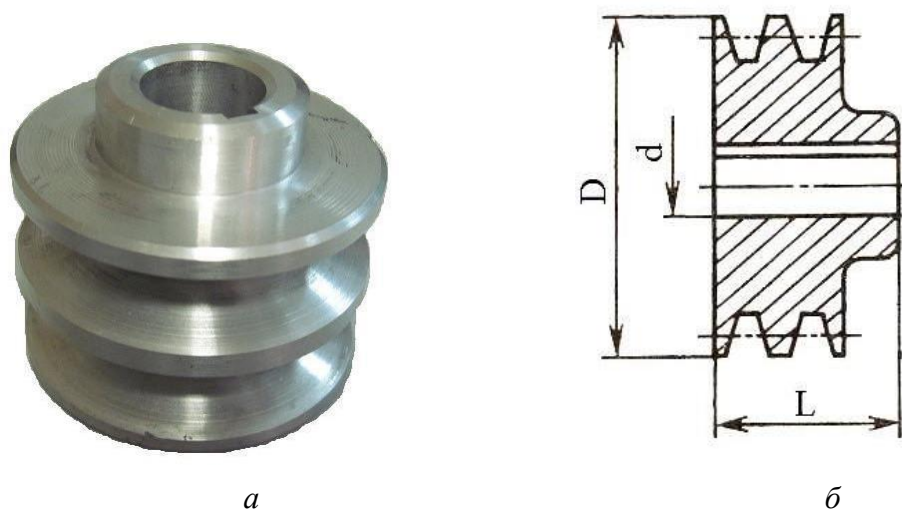

Рис. 1.12. Шкив клиноременной передачи привода генератора:
12. Пользуясь «Марочником сталей и сплавов», выбрать марку стали для изготовления шкива клиноременной передачи привода генератора (рис.1.12). Производство шкивов серийное.